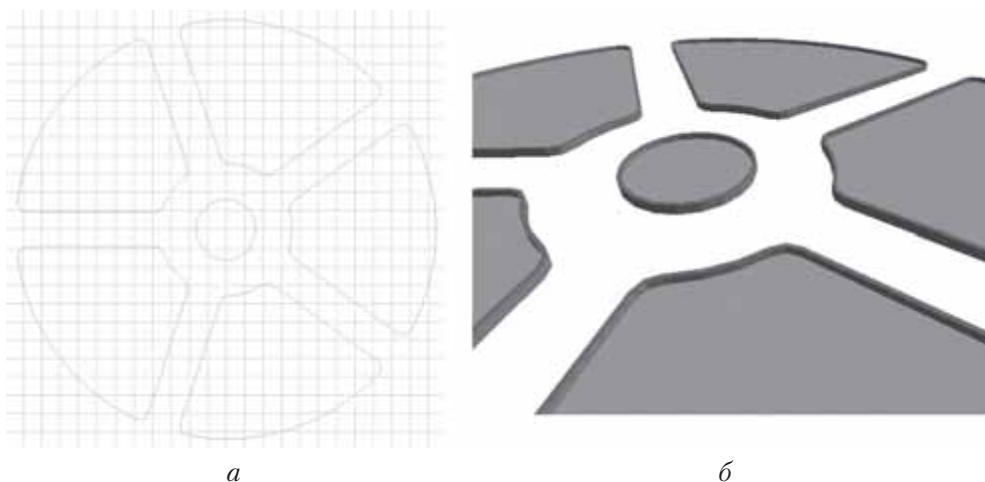

Рис. 8.28. Использование волшебной палочки для укладки бордюров
1. Используя известные вам инструменты создания и редактирования объектов, постройте перекрытия, которые будут изображать плоскость газонов (рис. 8.28, *а*).
5. Посмотрите результат построения в 3D-окне (рис. 8.28, *б*).